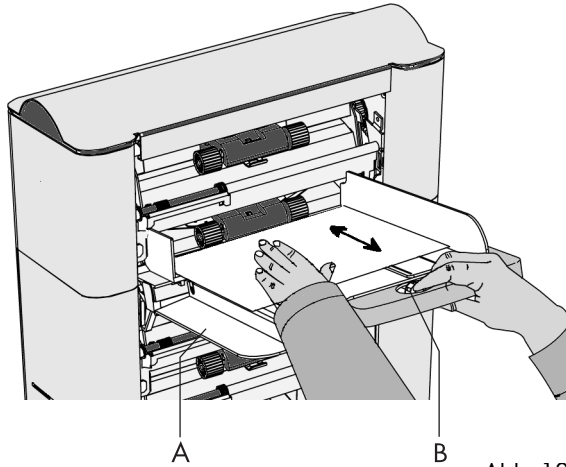

Abb. 12
- Knopf B (Abb. 12) nach vorne schieben, bis er einrastet.
- Linke Seitenführung A (Abb. 12) nach unten klappen.
Knopf B (Abb. 12) anschließend wieder zurückschieben und die linke Seitenführung nach oben klappen.